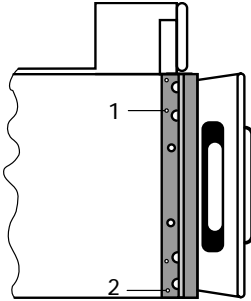

fig. 8
- Demonteer de beschermlijst door bevestigingsschroeven 1 en 2 te verwijderen (zie fig. 8). Lijst wegnemen en schroeven weer vastdraaien.